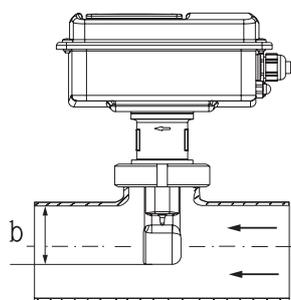

Figura 6: Téngase en cuenta la profundidad de inmersión
- Elíjase la profundidad de inmersión b del sensor de tal forma que el cuerpo helicoidal se encuentre completamente sumergido en el producto (ver la figura 6). La tubería debe encontrarse completamente llena de agua. Las burbujas de gas pueden influir en el valor de indicación (evítese instalar el sensor en un tubo descendente abierto).